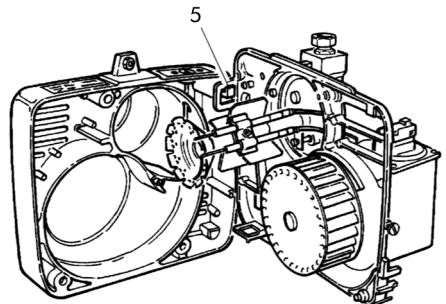

fig.3
- Enganchen la placa portacomponentes en la posición de servicio **5** y efectúen el mantenimiento en el cabezal de combustión (fig.3).